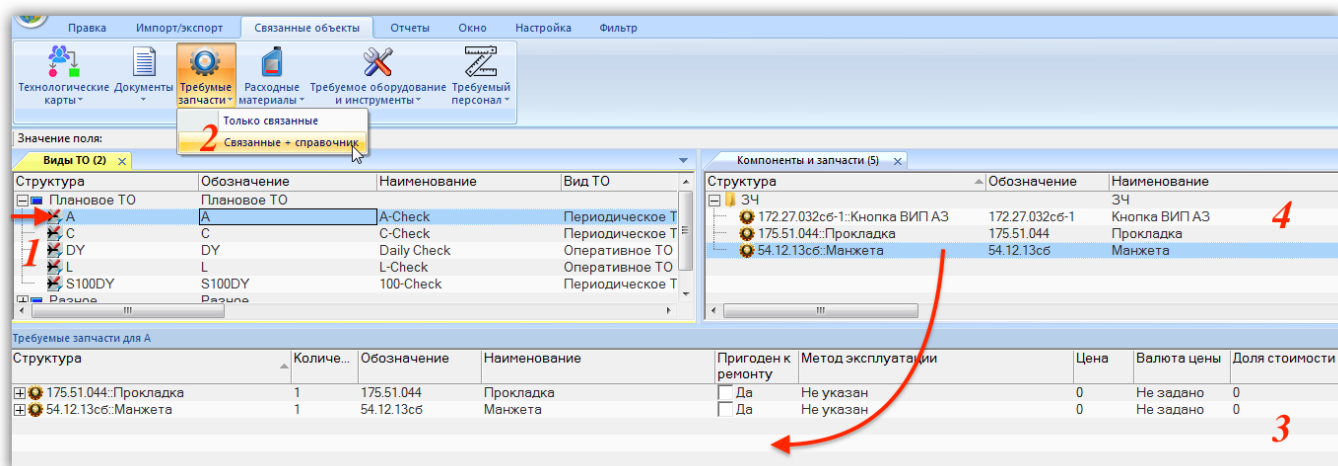

Рис. 12-21 – Запасные части, необходимые для выполнения вида ТО
- 2) Выбрать вид ТО в окне «Виды ТО» (1 на рис. 12-21).